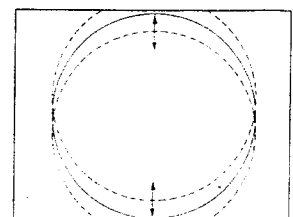

Bild 3
- d) Stellen Sie die vertikale Bildgröße so ein, daß Sie eine optimale Abtastung (overscan) erhalten (Bild 3).